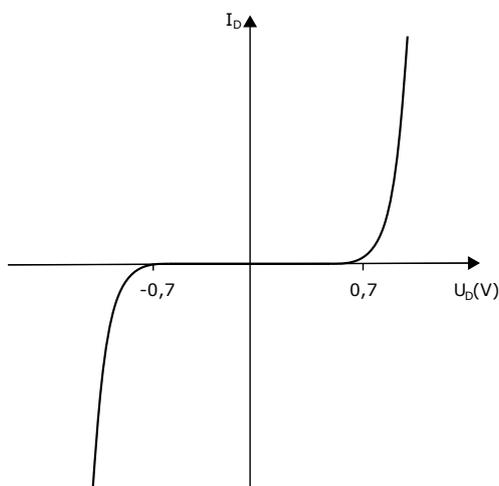

Abbildung 2: I-U Kennlinie der parallelen Diodenschaltung.
c) Die I-U Kennlinie der Parallelschaltung ist in Abbildung 2 zu sehen.